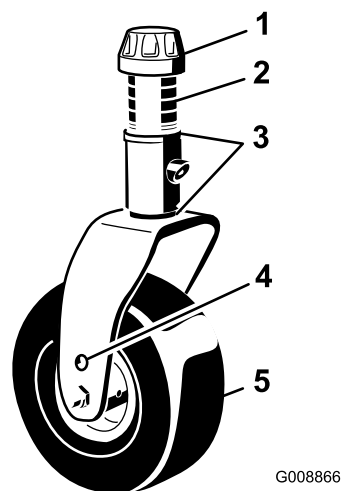

Figura 34
3. Regolate gli spessori (3 mm) sulla forcella (o forcelle) della ruota orientabile, finché l'altezza di taglio non corrisponde al valore riportato sull'adesivo (Figura 34); fate riferimento a Misurazione del passo del piatto di taglio \(pagina 79\).